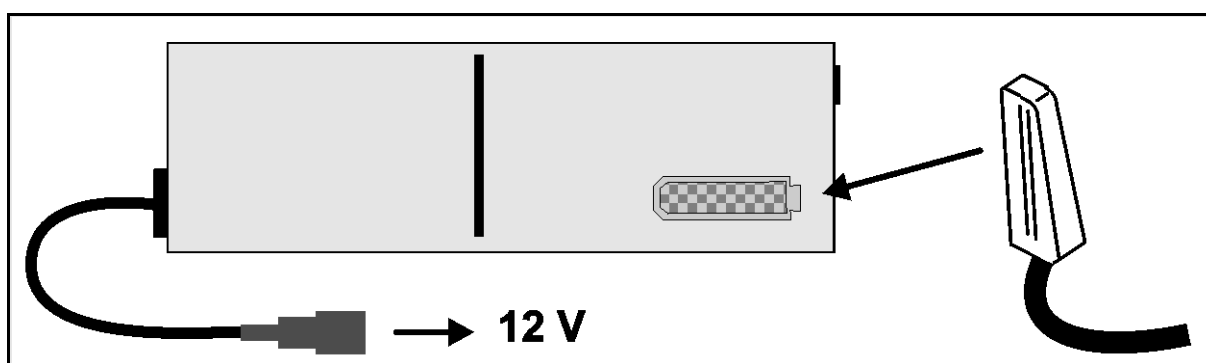

Fig. 5
2. Raccordez le module de commande **HyCLICK** (Fig. 5).